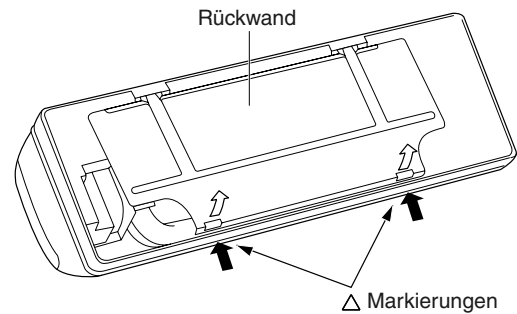

Abb. 3-76
- (2) Die zwei \triangle Markierungen an der Rahmenabdeckung drücken und die feststehenden Ansätze vom Rahmen lösen. (Abb. 3-76)
- (3) Die Rückwand abnehmen.